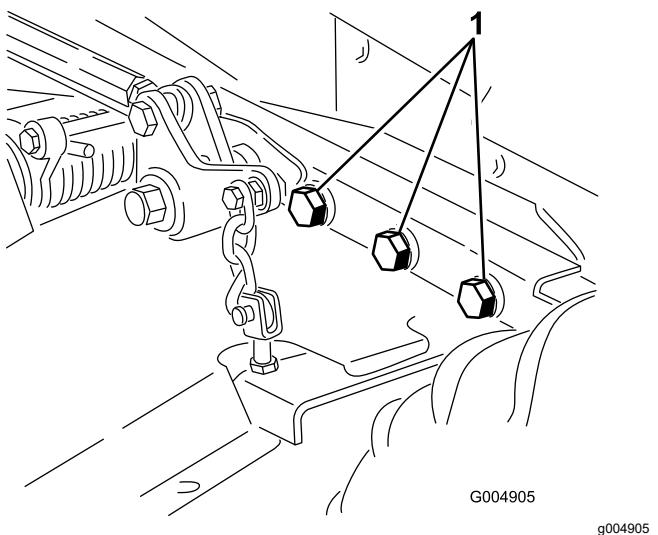

Figura 60
- Compruebe que todos los herrajes están bien apretados; apriételos si es necesario. Apriete los 6 pernos que sujetan el bastidor de la plataforma de corte a la unidad de tracción (Figura 60) a 359 N·m (265 pies-libra).